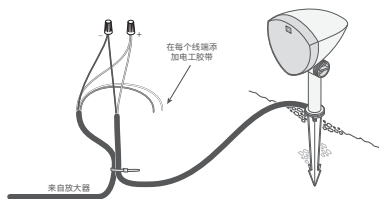

图 7
- 从离放大器最近的扬声器开始,根据下表剥去相应放大器通道的埋地线切割端 3/4 英寸 (1.9 厘米) 的绝缘层,然后剥去相应扬声器尾纤末端的绝缘层。用电工胶带包裹所有未使用的电缆,以防受潮和短路 (见图 7)。
- 用扎带将直埋电缆连接到扬声器尾纤 (见图 7)。